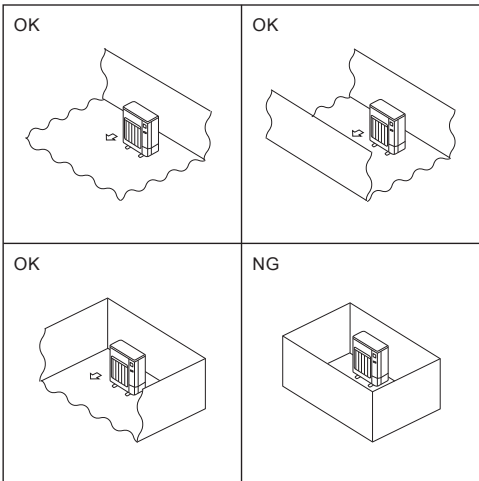

Fig. 2-2
- Ⓐ Installare unità esterne in un luogo in cui sia aperto almeno un lato su quattro e in uno spazio di grandezza sufficiente e privo di depressioni. (Fig. 2-2)